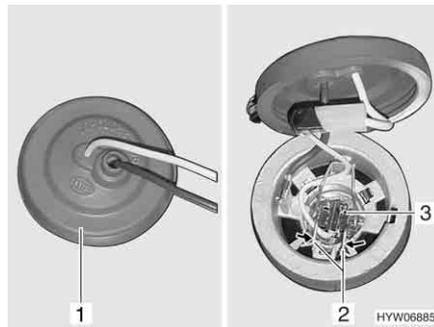

Fig. 258 Faro antiniebla
- Introducir la mano detrás de la luz antiniebla y sacar la caperuzita de goma (Fig. 258,1) de la caja de la luz.
- Oprimir el arco metálico (Fig. 258,2) y bascularlo hacia fuera del soporte.
- Sacar la bombilla (Fig. 258,3) con el cable de la caja de la luz.